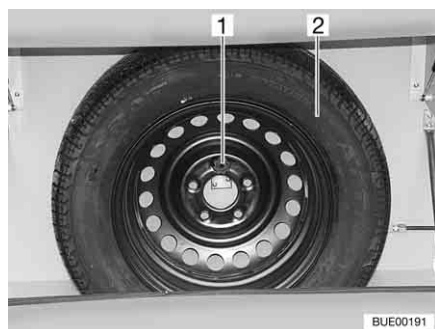

Fig. 212 Supporto per la ruota di scorta
Il supporto per la ruota di scorta è fissato nel vano portabombole. La ruota di scorta (Fig. 212,2) è disponibile con sovrapprezzo.
- Svitare il bullone (Fig. 212,1).
- Prelevare la ruota di scorta (Fig. 212,2).